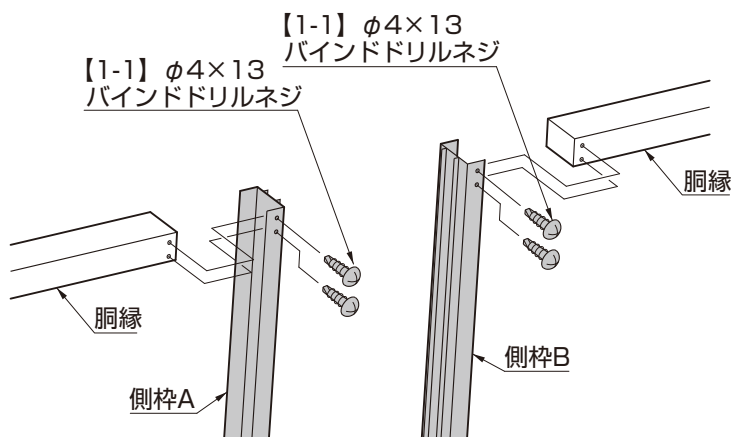

図2-3
- ⑤胴縁の切断した側に、側枠A,Bを【1-1】で取付けてください。(図2-3参照)